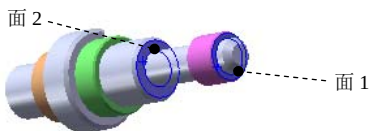
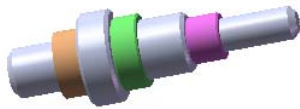

图 4.4.16 选取配合面
图 4.4.17 完成第二个装配配合
Step2. 定义第二个装配配合。在“配合”窗口的“标准配合”区域中单击“重合”按钮 ; 分别选取图 4.4.16 所示的面 1 与面 2 为配合面,系统弹出快捷工具条;在“配合”窗口的标准区域的 **配合对齐:** 后单击“反向对齐”按钮 ;在快捷工具条中单击  按钮,完成图 4.4.17 所示第二个装配配合。